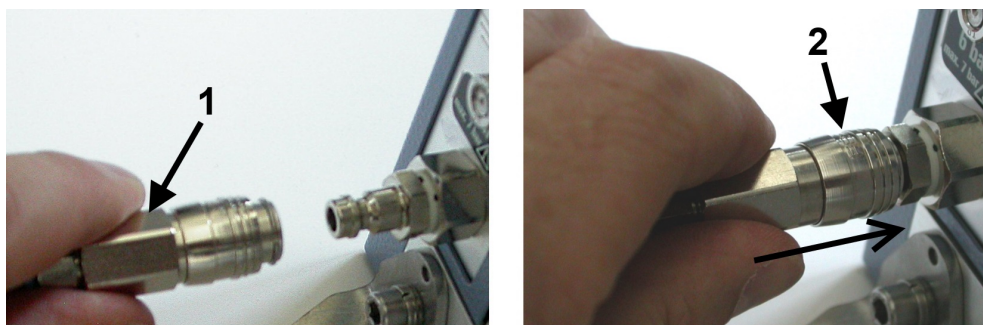

Figure 6-8 : Connexion de l'alimentation en air comprimé
8. Connectez l'adaptateur push-pull à la fiche de raccordement rapide. Pour ce faire, tenez l'adaptateur par sa partie arrière (voir 1 à la Figure 6-8) puis enfoncez-le sur le coupleur rapide (2).